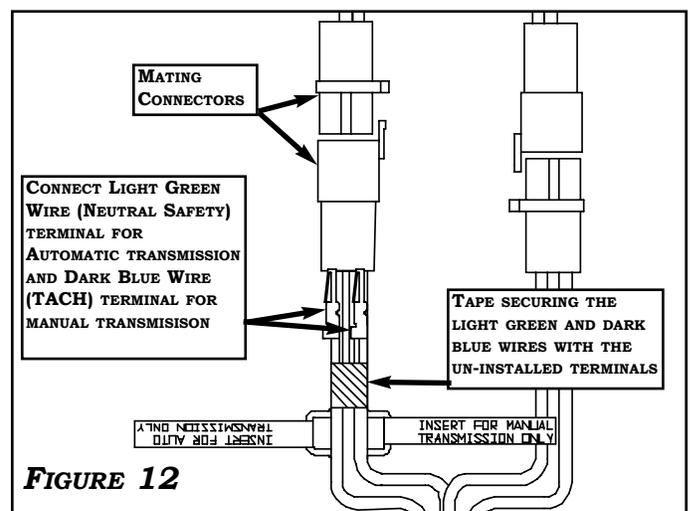

FIGURE 12
2. LOCATE **NSS (LIGHT GREEN WIRE)** AND **TACH (DARK BLUE WIRE)** CIRCUIT TERMINALS THAT ARE TAPED IN HARNESS. **FIGURE 12**
3. CONNECT MATING **CRUISE CONTROL CONNECTORS**. **FIGURE 12 & 13**